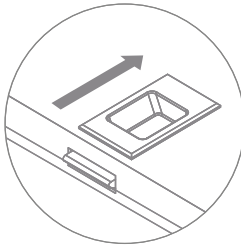

Рис. 4
3. Достаньте систему из упаковки. Откройте крышку корпуса системы, потянув каждый замок-ручку друг к другу (рис. 4), отставьте ее в сторону.
2. Откройте крышку корпуса системы, потянув каждый замок-ручку друг к другу (рис. 4), отставьте ее в сторону. Извлеките корпус мембраны из скобы крепления для удобства последующей работы с ним.
2. Откройте крышку корпуса системы, потянув каждый замок-ручку друг к другу (рис. 4), отставьте ее в сторону. Извлеките блок предварительной очистки из скобы крепления для удобства последующей работы с ним.